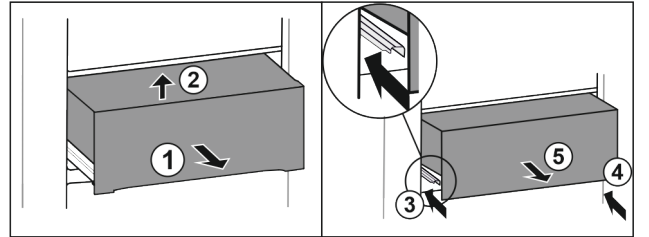

Fig. 40 \*
- ▶ Витягніть ящик на половину Fig. 40 (1)\*
- ▶ Підняти вперед Fig. 40 (2)\*
- ▶ Вставити ліву рейку Fig. 40 (3)\*
- ▶ Вставити праву рейку Fig. 40 (4)\*
- ▶ Вийняти висувний ящик рухом вперед Fig. 40 (5)\*